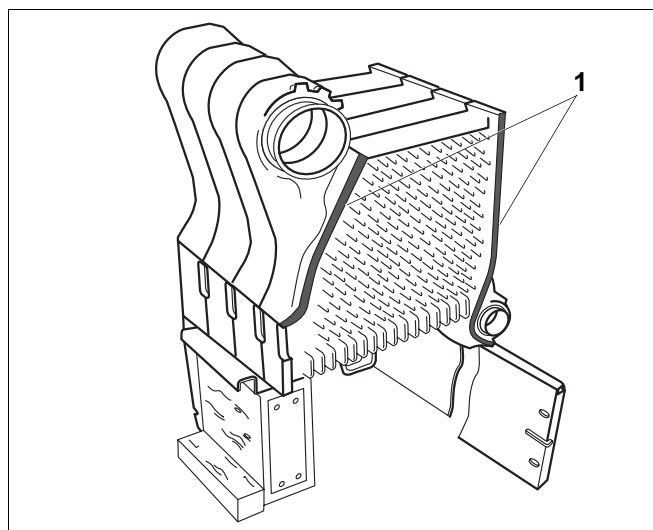

Fig. 17 Élément intermédiaire avec cordon d'étanchéité
La fig. 17 montre les éléments intermédiaires pressés contre les éléments d'extrémité. Les nipples pour le montage des éléments intermédiaires suivants se trouvent déjà dans les moyeux. Le cordon d'étanchéité se trouve déjà dans les rainures d'étanchéité (fig. 17, **pos. 1**).